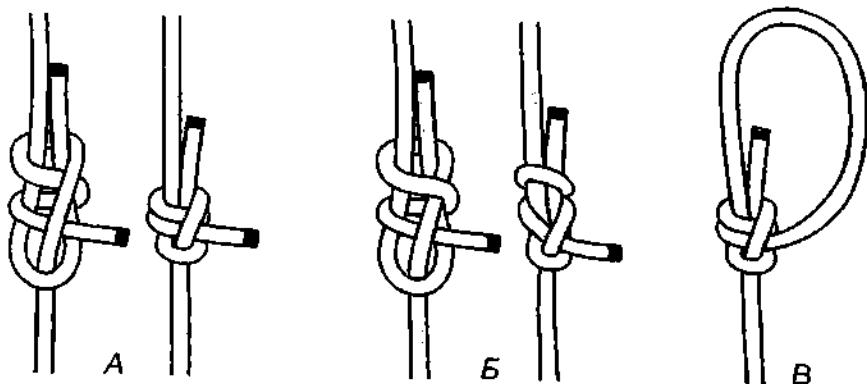

Рис. 896. 4-й вариант **шкотового узла** со шлагом. А – **брам-шкотовый узел**; Б – **шкотовый узел со шлагом**; В – **дважды перекрученный булинь**.
**Брам-шкотовый узел**, как и **шкотовый**, своё название получил от брам-шкота – снасти, растягивающей нижние углы верхних парусов брамсеплей (рис. 896 А). Он прочнее **шкотового узла** и на жёстких или гладких синтетических верёвках держит намного лучше. **Брам-шкотовый узел** не следует путать со **шкотовым узлом** со шлагом 3-го варианта (рис. 895), которые отличаются визуально и вяжутся иначе.